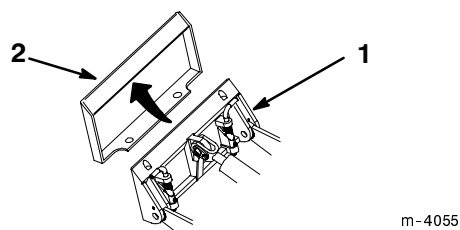

Figure 20
5. Insérer la plaque de montage dans le bord supérieur de la plaque d'accrochage de l'accessoire (Fig. 20).